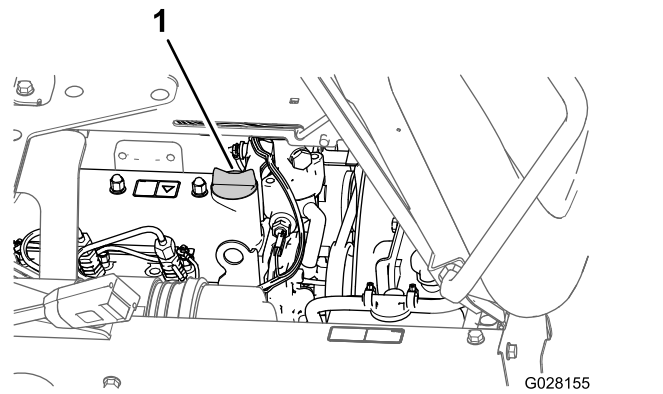

Figura 72
5. Retire o tampão de enchimento de óleo do tubo de enchimento da cobertura da válvula do motor (Figura 72) e despeje lentamente cerca de 80% da quantidade especificada de óleo no tubo de enchimento.
8. Coloque o tampão de enchimento no tubo de enchimento (Figura 72).